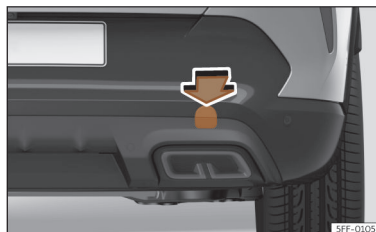

Fig. 215 No lado direito do para-choques traseiro: retirar a tampa.
O alojamento para a argola de reboque enroscável encontra-se na parte direita do para-choques traseiro, atrás de uma tampa >>> **Fig. 215.**
- Pressione a zona superior da tampa >>> **Fig. 215** para desencaixá-la.